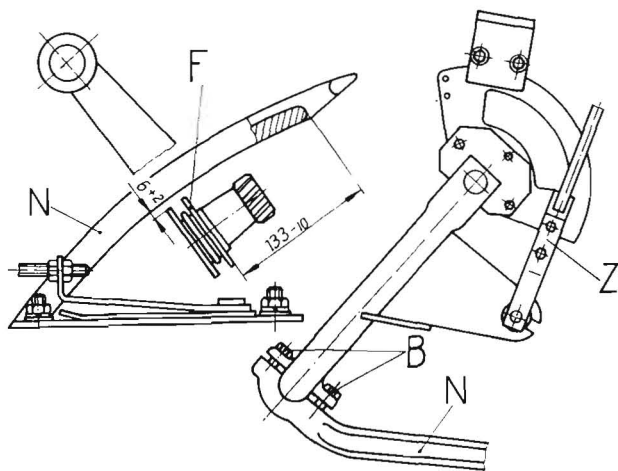

Bild 31
Die Nadel wird so eingebaut, daß sie beim Hochschwenken durch den Knüpfapparat leicht am Knüpfbock anliegt, jedoch auf der anderen Seite nicht den bogenförmigen Hebel des Knotenabziehers berührt. Das Abstandsmaß zwischen Innenbahn der Nadel (N) und dem Umfang des Fadenfängers (F) muß  $6^{+2}$  mm betragen. Die Einstellung der Nadel erfolgt mit den Schrauben (B), welche zur Befestigung der Nadel am Halter dienen. Danach sind beide Befestigungsschrauben mit einem Anzugsmoment von 90 Nm anzuziehen. In der hochgeschwenkten Stellung der Nadel (N) muß zwischen der Fadenumlenkung im Nadelöhr und dem ihr zugekehrten ersten Randsteg des Fadenfängers ein Abstand von  $133-^{10}$  mm sein. Die Einstellung erfolgt an der Nadelzugstange (Z) (Bild 31).
Die Nadelschwingebremse ist erforderlich um die Drehbewegung der Bindeeinrichtung zu egalisieren und um ein starkes seitliches Schwingen der Nadelspitzen nach Vollendung der Knüpferscheibenumdrehung zu vermeiden (Bild 31).